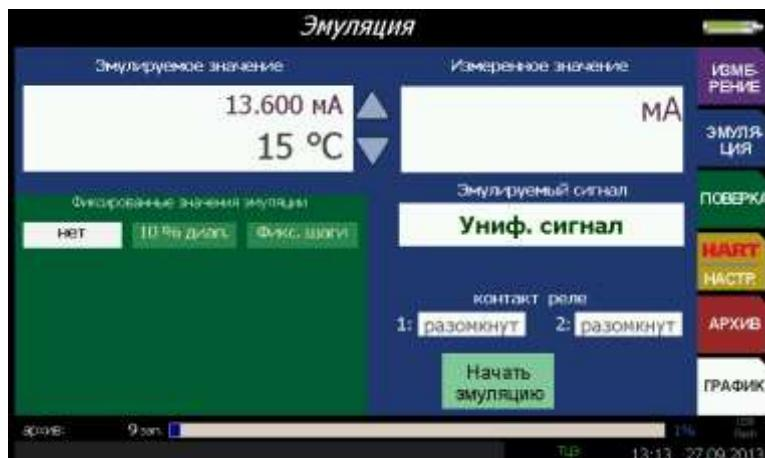

Рисунок 2.31
1) При нажатии кнопки «**Нет**» ИКСУ-2012 воспроизводит единственное эмулируемое значение, соответствующее параметру «**Эмулируемое значение**» (см. рисунок 2.31).